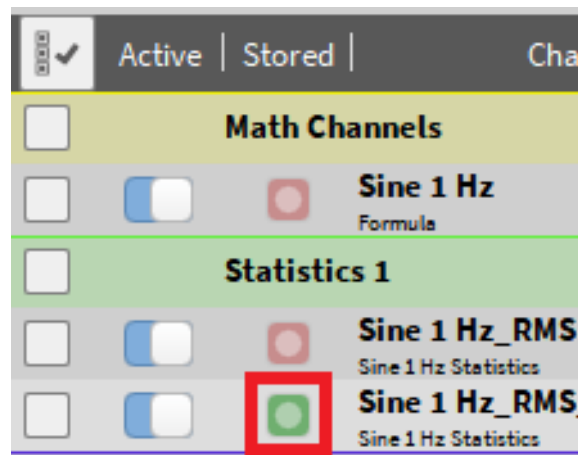

Abb. 7.174: Erkennung von offline erstellten Kanälen
- Kanäle, welche offline erstellt wurden, werden mit einem grünen Aufzeichnungs-Button in der Kanalliste gekennzeichnet (siehe Abb. 7.174):